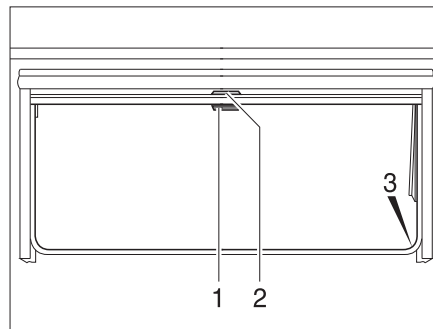

Fig. 40 Ventana abatible
- Tirar del asidero (Fig. 40,2) de la persiana oscurecedora enrollable hacia abajo. Cuando la persiana oscurecedora enrollable se cierre por completo, encajarla en el bloqueo (Fig. 40,3) a ambos lados del marco de la ventana.
- Cuando la persiana oscurecedora enrollable está completamente cerrada: Presionar el tirador (Fig. 40,2) hacia abajo y tirarlo ligeramente hacia dentro. Desenganchar la persiana oscurecedora enrollable de los bloqueos a izquierda y derecha del marco de la ventana.
- Cuando la persiana oscurecedora enrollable se encuentre en una posición intermedia: Tirar ligeramente del asidero (Fig. 40,2) hacia abajo, hasta que se hay soltado el bloqueo.
- Tirar hacia abajo de la mosquitera enrollable (Fig. 40,1) y engancharla en el bloqueo (Fig. 40,3) a ambos lados del marco de la ventana.
- Presionar el tirador (Fig. 40,1) hacia abajo y tirarlo ligeramente hacia dentro. Desenganchar la mosquitera enrollable de los bloqueos a izquierda y derecha del marco de la ventana.